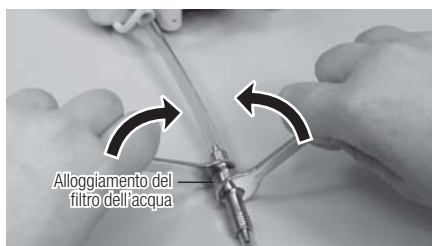

Fig. 25
- 1) Chiudere la valvola dell'acqua dell'unità a cui è collegato PRESTO AQUA II. Utilizzare due chiavi inglesi (5x8) come illustrato dalla Fig. 25 e ruotarle nella direzione indicata dalla figura. Se il tubo dell'acqua si torce, girarlo dalla parte opposta, in modo tale che la sua estremità collegata al lato dell'unità di controllo sia libera di girare.